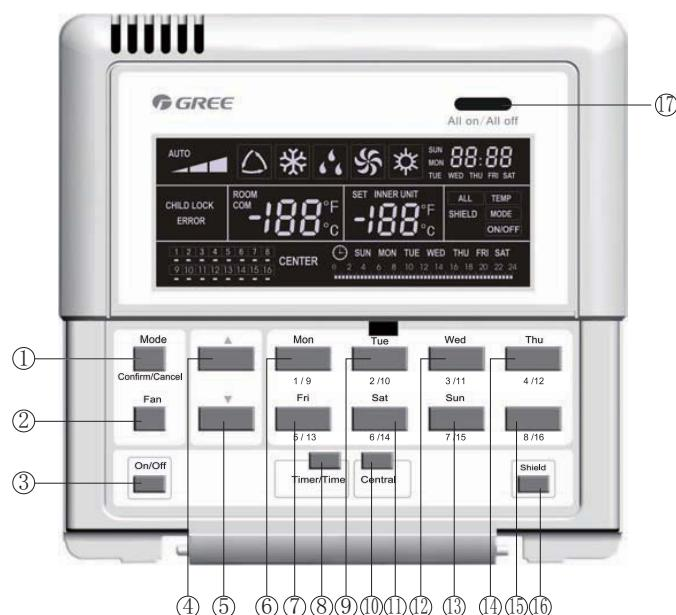

Рис. 7.14
- Описание кнопок пульта CE50-24/E см. рисунок 7.14 и табл. 7.5